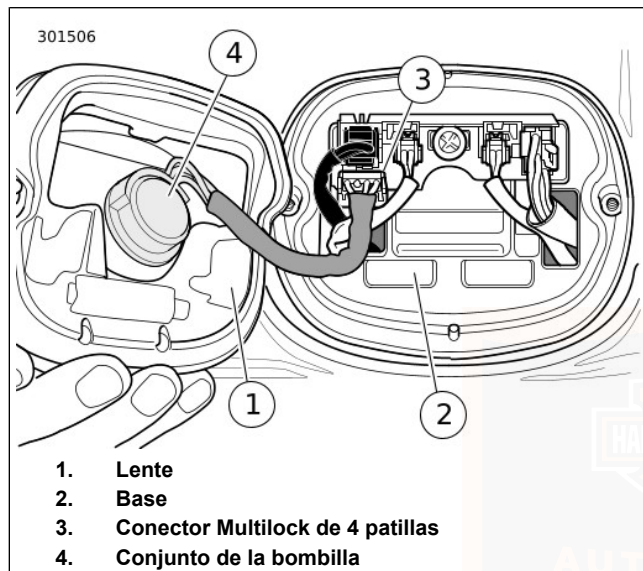

Figura 56. Conjunto de la luz trasera: estilo estándar
1. Vea la Figura 56. Asegúrese de que el interruptor de encendido esté apagado.